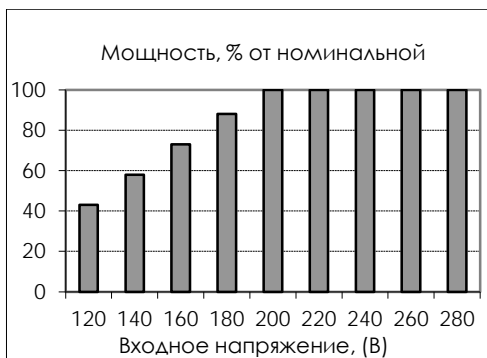

Рис.2
При понижении напряжения сети снижается максимальная выходная мощность стабилизатора; зависимость приведена на Рис.2.
6. Дождитесь окончания действия задежки подключения нагрузки (6 сек.) и при помощи цифрового индикатора уровней напряжения (2) и кнопки переключения (3) убедитесь в наличии входного и выходного напряжений. (Рекомендуем обратить внимание на входное напряжение сети. Подключение мощной нагрузки при пониженном напряжении может привести к перегрузке стабилизатора, см. Рис.2).
7. Выключите стабилизатор (1).
8. Подключите нагрузку (8).
9. Включите стабилизатор (1).
10. Если необходимо, включите увеличение задежки (5). (Рекомендуем использовать увеличенное время задержки, 180 сек., для оборудования с электродвигателями, например: холодильники, кондиционеры, насосы и т.п. Это позволяет, при при кратковременном отключении сети, движущимся механическим частям оборудования прийти в исходное состояние, и затем корректно подключить питание.)